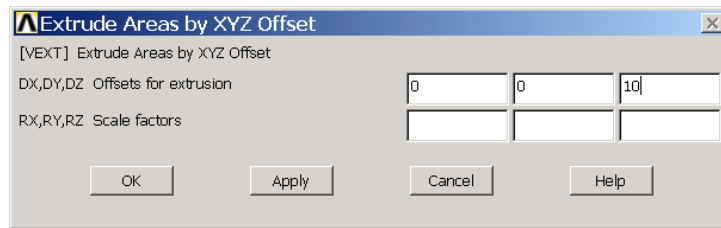

图10.17 单元延伸对话框
(13) 单击 Main Menu>Preprocessor>Modeling>Operate>Extrude>Areas>By XYZ Offset 菜单，弹出图形拾取对话框，用鼠标选中刚才划分好的机翼截面，单击【OK】按钮，接着弹出如图 10.17 所示的对话框。